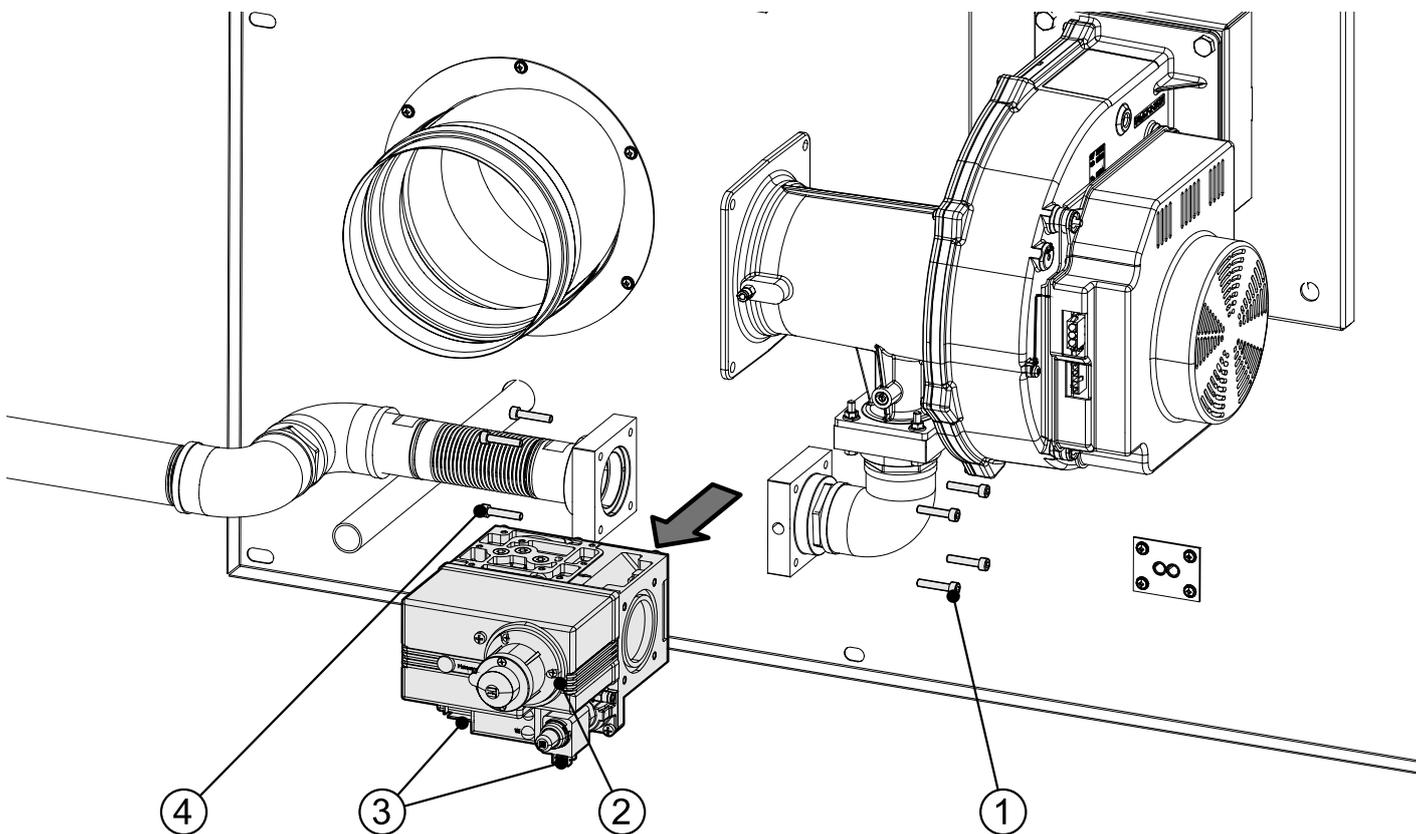

Fig. 8.4
3. Desconecte la válvula de gas de la alimentación (3), fig. 8.4.
4. Afloje los tornillos de bloqueo de la junta flexible (4).
5. Afloje los tornillos de fijación del ventilador (1) que sujetan la válvula de gas (2) para que no se caiga.